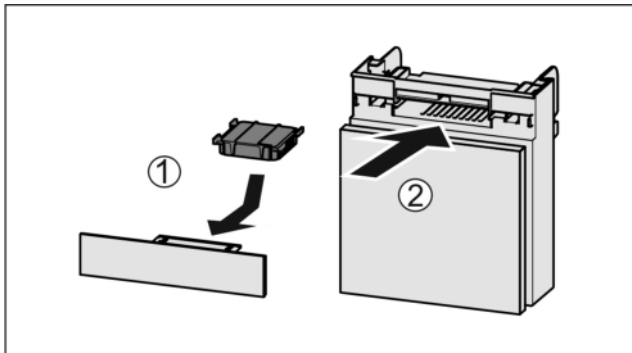

Fig. 109
- ▶ Aktivkohlefilter nach Abbildung einsetzen Fig. 109 (1).
- ▶ Fach einschieben Fig. 109 (2).